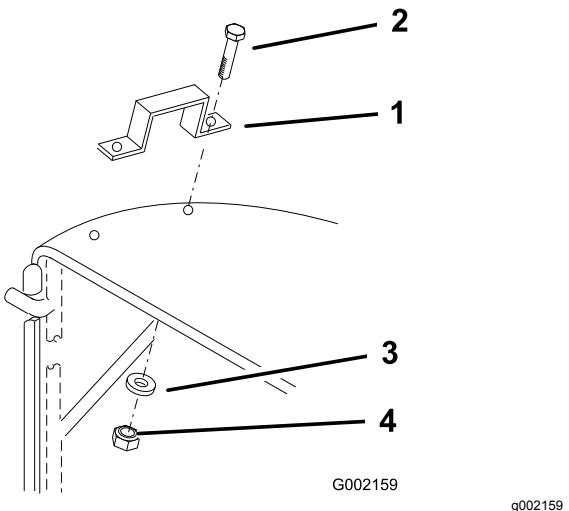

Figura 6
5. Introduzca 2 pernos (1/4" x 1") desde fuera a través de cada tirador y del tejido, y sujetelos con 4 arandelas (1/4") y contratuercas (1/4"), como se muestra en la Figura 6.